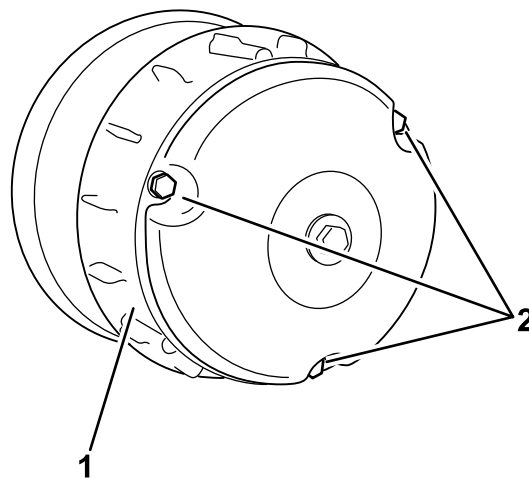

Figura 63
2. Retire os 3 parafusos que fixam a tampa à embraiagem e retire a tampa (Figura 63).